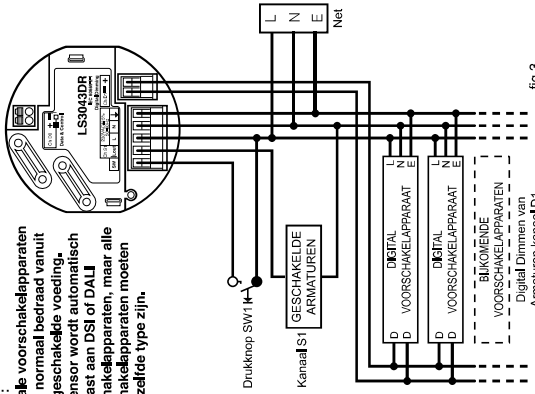

fig 3
**Twee-kanaals toepassing, een kanaal schakelen, een kanaal digitaal dimmen (fig 3)**